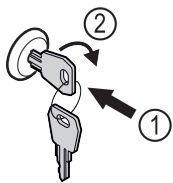

Fig. 132
- ▶ Trykk inn nøkkelen Fig. 132 (1).
- ▶ Vri nøkkelen 90° med klokka Fig. 132 (2).